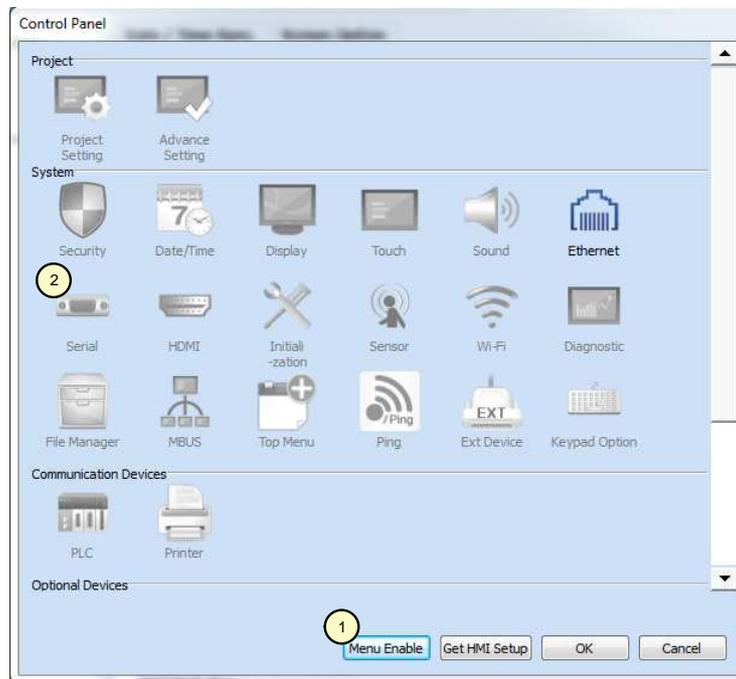

Figure 8
- Appuyer sur le bouton « Menu Enable », repère 1 de la figure 8, pour activer le menu de configuration du port série.